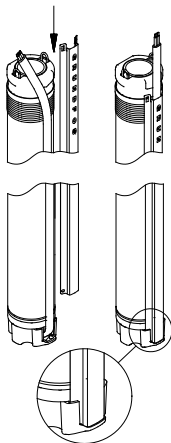

Fig. 6 Positionnement du garde-câble
2. Placer le garde-câble dans la rainure dans la fiche de câble. Les deux oreilles de garde-câble doivent être engagées sur le bord supérieur de la gaine de la pompe, voir la figure 6.